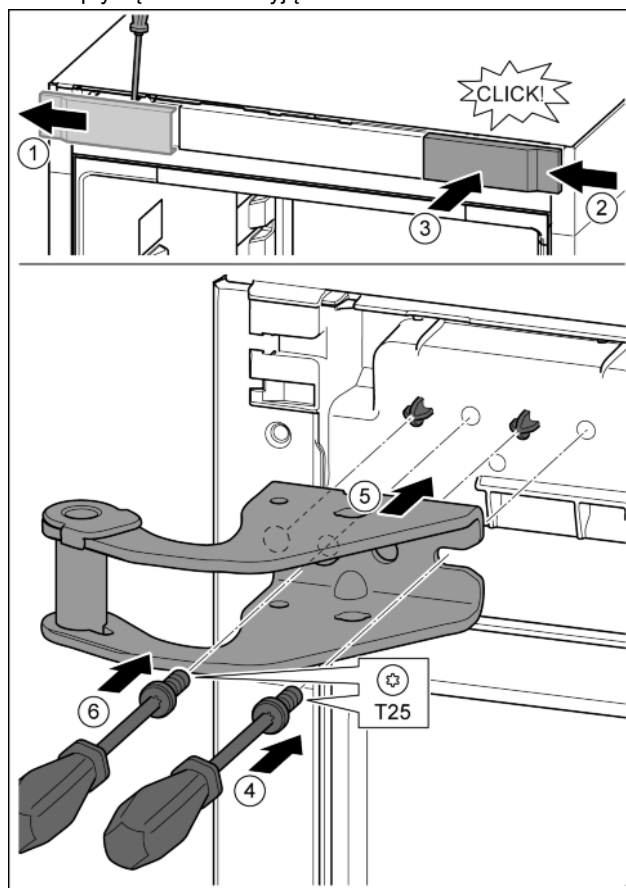

Fig. 13
- ▶ Za pomocą śrubokrętu zwolnić osłonę i zdjąć w bok. Fig. 13 (1)
- ▶ Osłonę obrócić o 180° założyć z drugiej strony od prawej. Fig. 13 (2)
- ▶ Zazębić osłonę. Fig. 13 (3)
- ▶ Śrubę założyć przy pomocy śrubokręta T25. Fig. 13 (4)
- ▶ Założyć górną płytkę zawiasu. Fig. 13 (5)
- ▶ Dokręcić śrubę. Fig. 13 (4)
- ▶ Śrubę założyć przy pomocy śrubokręta T25 i mocno dokręcić. Fig. 13 (6)